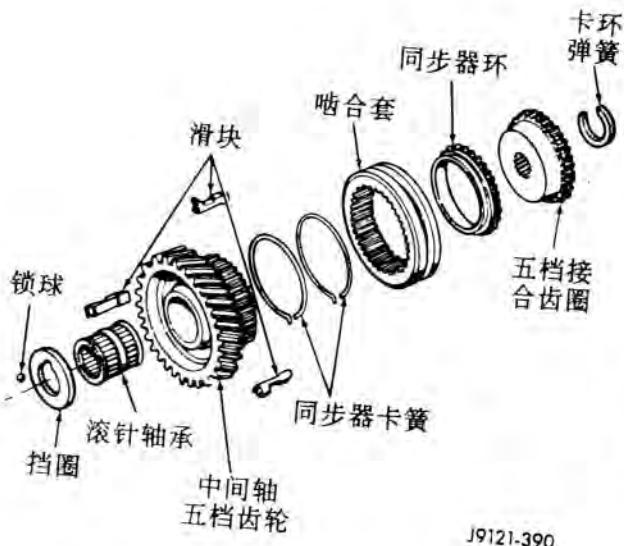

图 69 中间轴五档齿轮和同步器总成 — AX5
(24) 安装锁球，档圈和滚针轴承到中间轴上 (图 69)。
(25) 在 AX5 上, 组装中间轴五档齿轮和同步器零部件 (图 69 和图 104)。
(26) 在 AX5 上, 把组装好的齿轮和同步